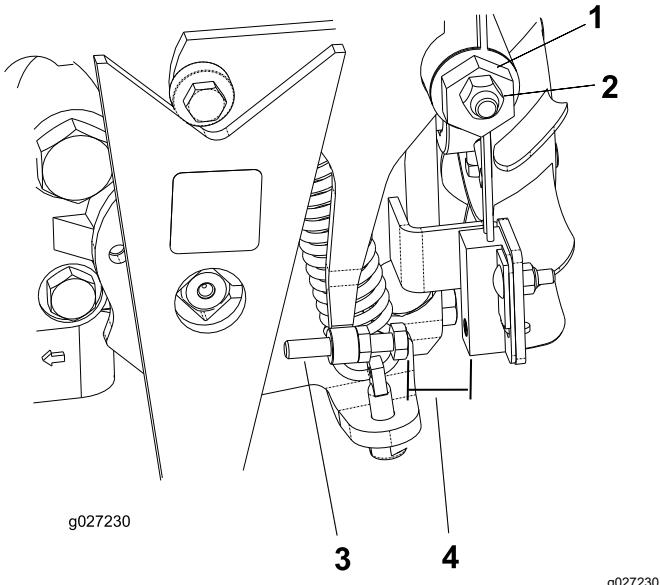

Figura 34
4. Afloje la contratuerca de la leva de ajuste de tracción (Figura 34).
3. Ajuste el tornillo hasta que el hueco sea de 0,8 a 2,3 mm; consulte Figura 34.